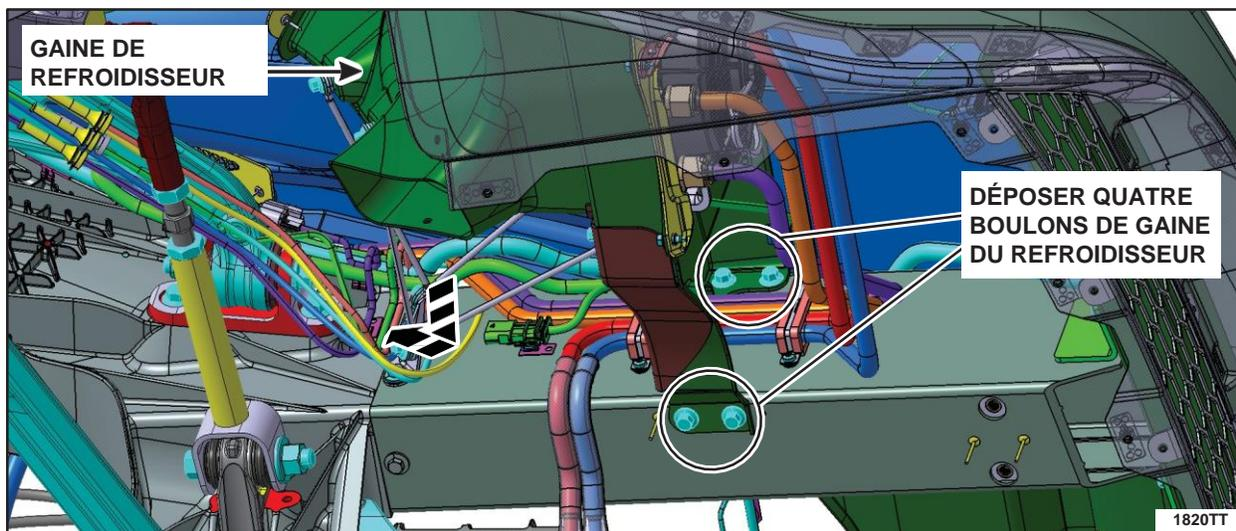

FIGURE 5
7. Soutenir l'ensemble gaine et refroidisseur. Déposer les quatre boulons, puis la gaine de refroidisseur du véhicule. (Figure 5)